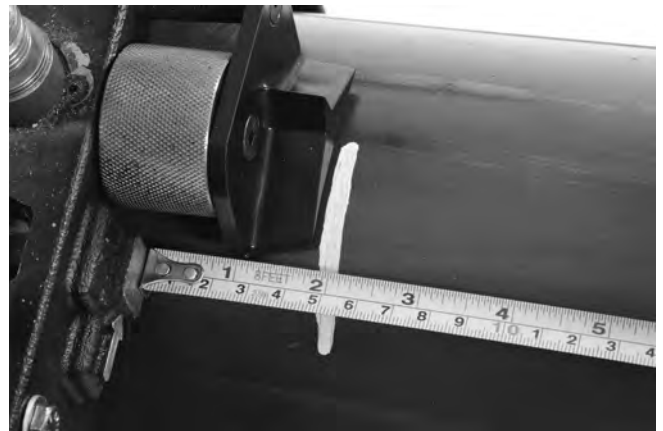

Figura 10 – Alineamiento del sitio de corte
- Coloque la platina de alineamiento a 2 pulgadas (50 mm) del lugar donde desea cortar. Vea la Figura 10. El corte debe estar a una distancia del extremo del tubo igual a por lo menos una pulgada (25 mm). Esto impide que la porción cortada se atasque dentro de la caperuza y dañe la cuchilla. No use la sierra para alisar el extremo del tubo.